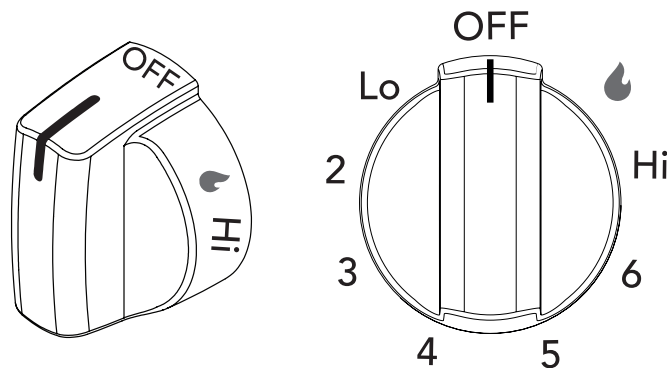

Figure 4: Bouton de commande de la surface de cuisson
- Veiller à ce que les grilles soient bien en place sur la surface de cuisson avant d'allumer les brûleurs (Figure 4). Les grilles sont conçues pour reposer à l'intérieur de la zone en retrait de la table de cuisson.